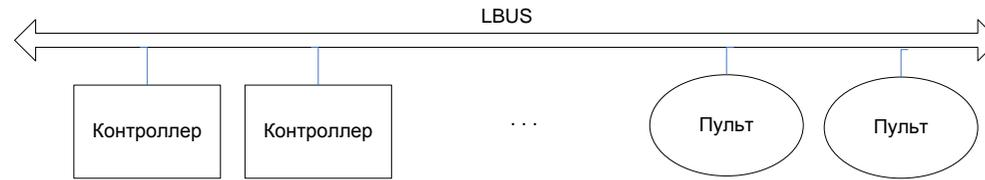

Рисунок 39. Адресная линия LBUS
1. Адресная линия уровня контроллеров LBUS (Рисунок 39). Служит для объединения контроллеров в единую систему, управляемую с помощью пульта RC 100. Возможно использование нескольких пультов управления и индикации (до 15).